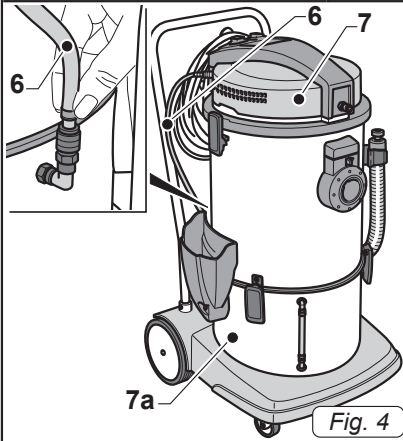

Fig. 4
- Убедитесь, что всасывающий шланг моющего средства (6 Рис. 4) правильно подключен к тестовому двигателя (7 Рис. 4) и баком (7а Рис. 4) через специальные быстроразъемные соединения.